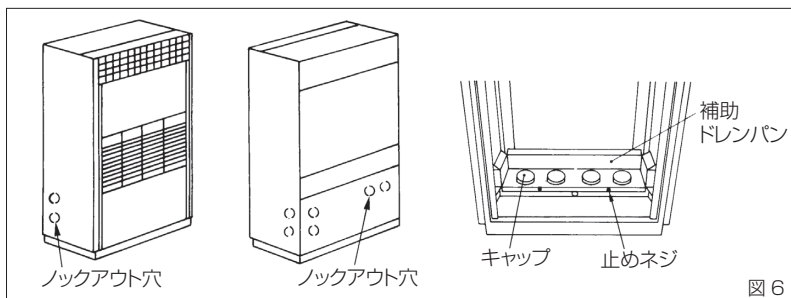

図 6
- ・ 冷温水配管方向は左右側面・背面・底面より選択可能です。側面・背面の場合は、ロックアウト穴を打ち抜いて穴を開け配管施工してください。底面の場合は、補助ドレンパンのキャップを取外して配管施工してください。その際、配管貫通部以外のキャップは取外さないでください。（図 6）